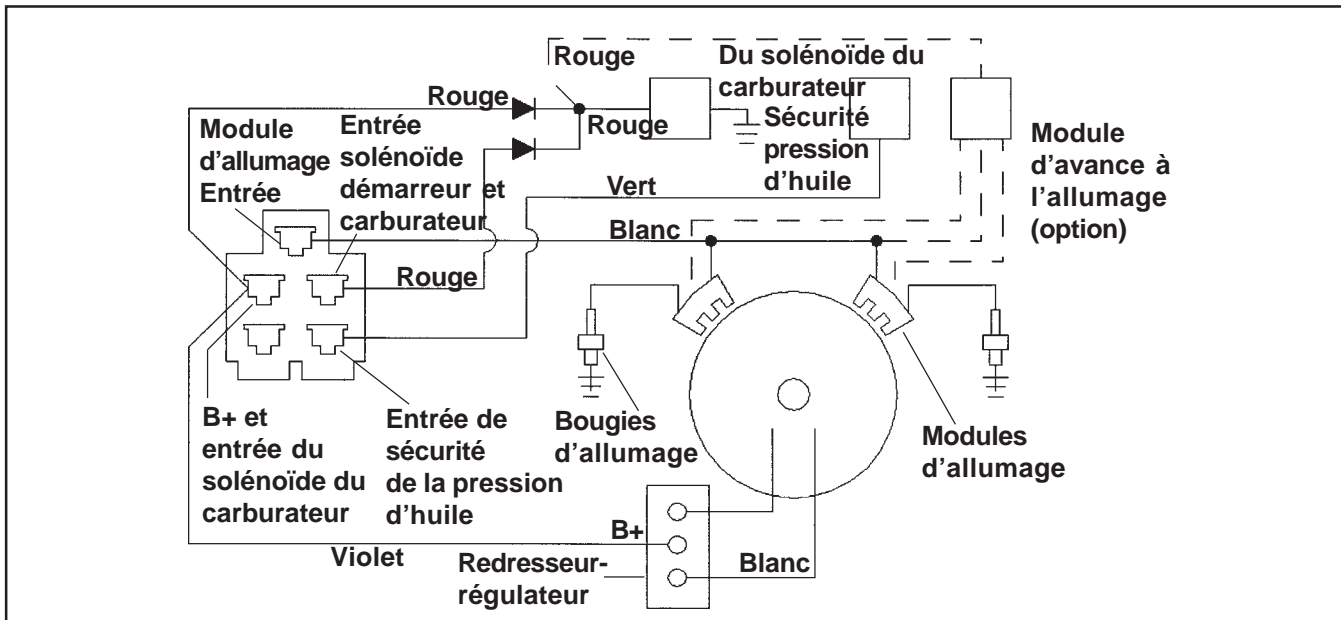

Figure 8-3. Système d'allumage électronique (à décharge capacitive) (pour les applications de tracteurs pour les clients liés).
**Ce système (Figure 8-3) comporte les composants suivants :**